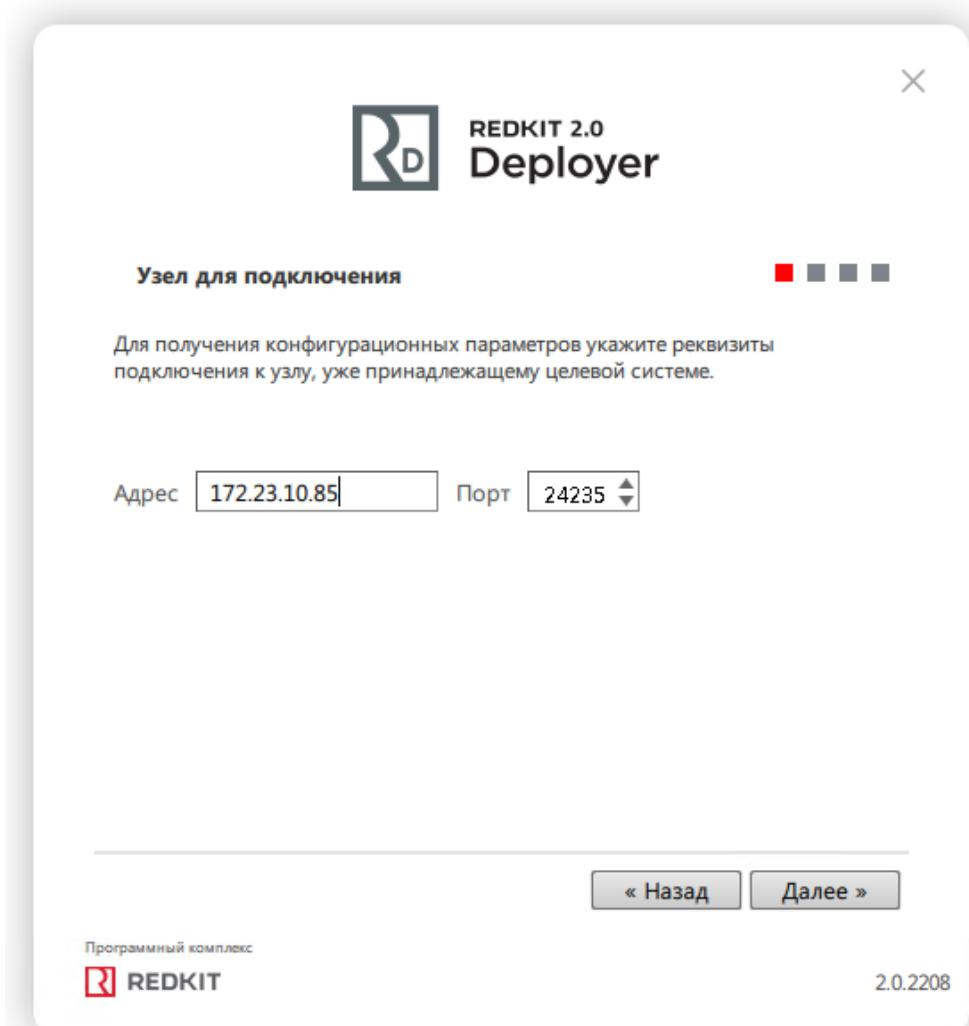

Рисунок 56 - Узел для подключения
4. Укажите IP-адрес и порт сервиса Keeper основного сервера из п.5 раздела Первичное конфигурирование (если настройки основного сервера выполнены верно, то просто укажите IP-адрес основного сервера и оставьте порт по умолчанию) и нажмите **Далее** (Рисунок 56).